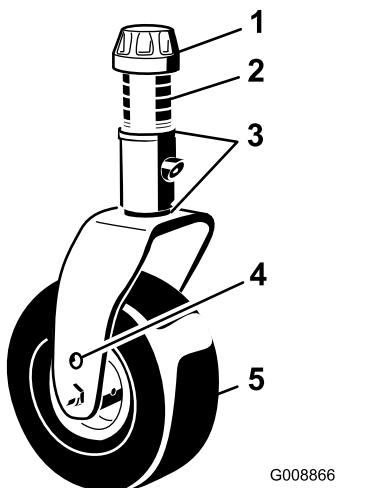
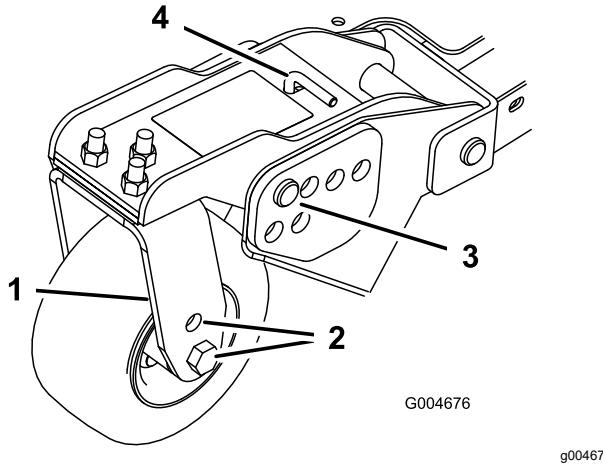
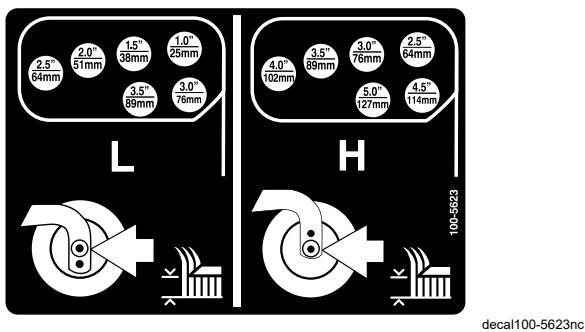

Рисунок 22
Рисунок 24
Рисунок 25
- Поместите оси поворотных колес в одинаковые отверстия во всех вилках поворотных колес (Рисунок 22 и Рисунок 24).
- Снимите колпачковую гайку с вала шпинделя и извлеките шпиндель из рычага поворотного колеса (Рисунок 22).
- Извлеките игольчатые шплинты и шплинтуемые штифты из рычагов поворотных колес (Рисунок 24).
- Поверните натяжную тягу, чтобы поднять или опустить поворотный рычаг до совмещения отверстий с выбранными отверстиями кронштейна высоты скашивания в раме деки газонокосилки (Рисунок 24 и Рисунок 25).